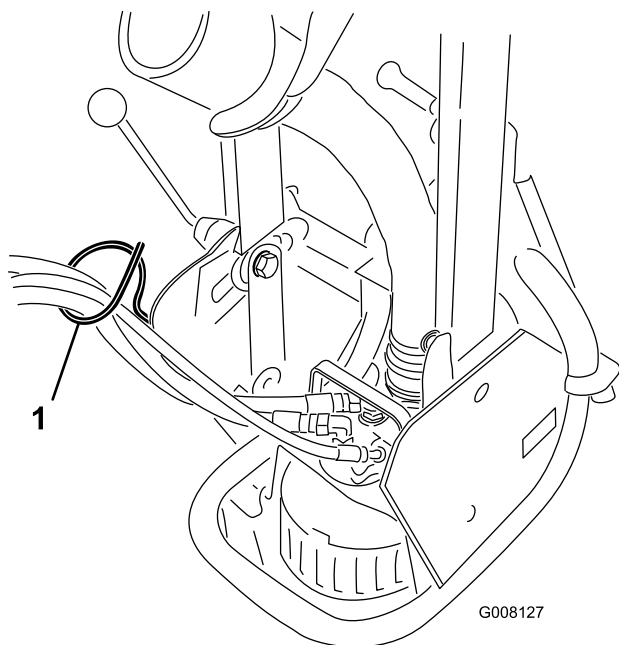

Figura 4
6. Conecte las mangueras hidráulicas a la hidráulica remota del Sand Pro. Coloque las mangueras en la guía de las mangueras (Figura 4). Evite torcer o formar curvas cerradas en las mangueras hidráulicas.